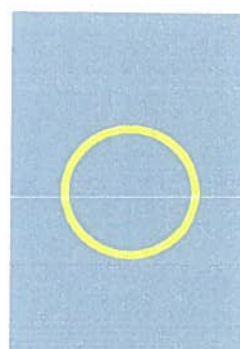

Fig. 7.114
3. Transformatorul de curent este în starea de **„legat la pământ”**. În această situație, transformatorul de curent va fi reprezentat cu culoarea galben indiferent de nivelul de tensiune. Fig. 7.114